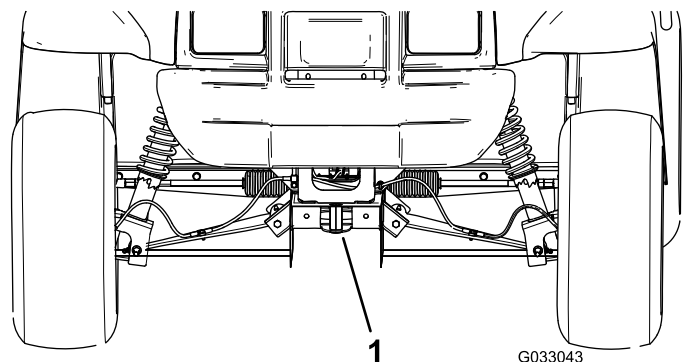
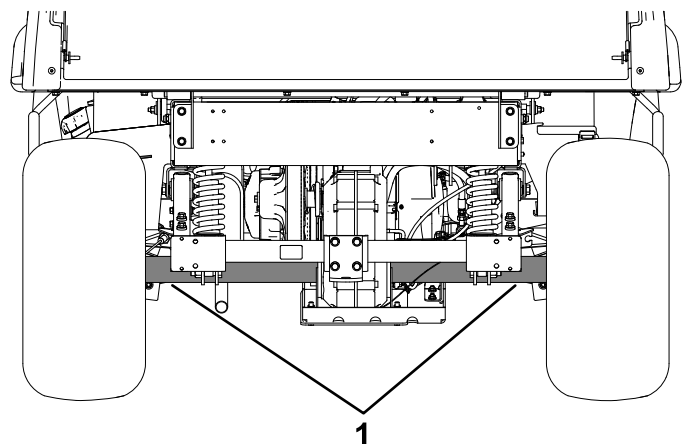

Figura 16
Figura 17
Vedere Figura 16 e Figura 17 per conoscere la posizione dei punti di attacco sulla macchina.
2. Fissate una fune di traino al timone sulla parte anteriore del telaio della macchina (Figura 16).